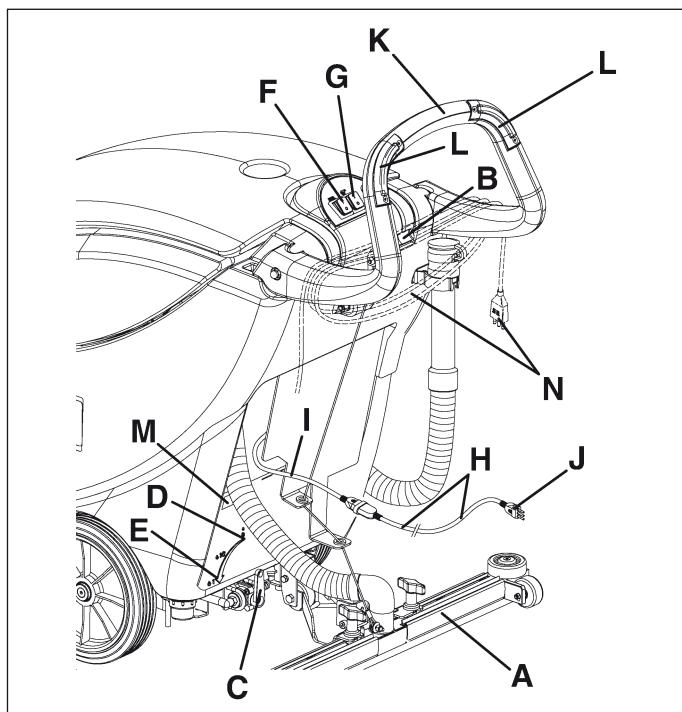

Figure 8
Brancher la rallonge (H, Fig. 8) livrée avec la machine au câble d'alimentation (I). Brancher la fiche (J) de la rallonge au réseau électrique.
Avant de brancher la machine au réseau électrique, s'assurer que la fréquence et la tension indiquées sur la plaque avec numéro de série et données techniques (M, Fig. 8) coïncident avec la tension de réseau.
- Baisser l'embouchure (A, Fig. 8) en tournant le levier (B) vers le bas.
- Positionner le levier de réglage du flux de solution (C, Fig. 8) dans une des positions suivantes, selon le type de nettoyage à effectuer :
- Système ECO** : en positionnant le levier (C, Fig. 8) sur ECO (D), la machine travaille en condition d'emploi programmé de l'eau (économie) ; en effet, puisque le flux est prédéterminé et constant, la machine peut travailler avec une autonomie de lavage de 70-80 minutes [0,08 gallons/min (0,3 litres/min)].
- Système variable** : en tournant le levier à gauche dans la position relative au flux variable (E, Fig. 8), il est possible d'augmenter le flux jusqu'à un débit maximum de 0,26 gallons/min (1 litre/min).
- Positionner les interrupteurs (F et G, Fig. 8) sur "I".
- Tout en gardant les mains sur le guidon (K, Fig. 8) démarer la machine en appuyant sur l'un ou les deux boutons-pousoirs de validation (L).
- Relâcher les boutons-pousoirs (L, Fig. 8).
- Positionner les interrupteurs (F et G, Fig. 8) sur "0".
- Débrancher la fiche (J) du câble d'alimentation du réseau électrique. Si besoin est, enrouler le câble d'alimentation (H, Fig. 8) autour du guidon en position (N).
- Baisser l'embouchure en tournant le levier (B, Fig. 8) vers le haut, jusqu'à fin de course.